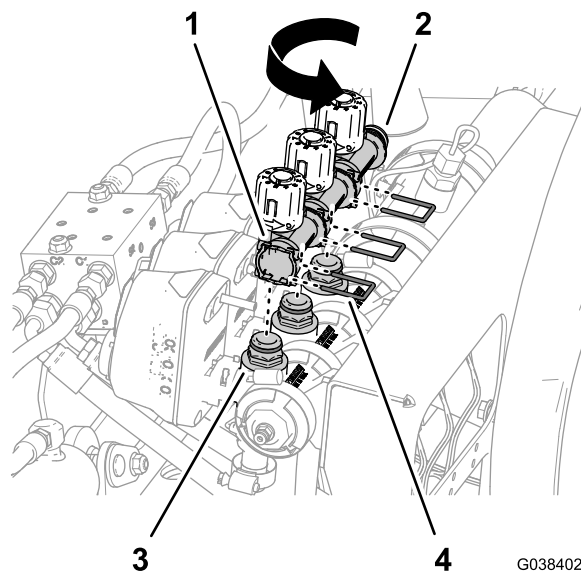

図 85
5. バイパスマニホールドを180°回転させて散布バルブマニホールドにある3つのクイックコネクソケットに載せる 図 85。
6. バイパスマニホールドを散布バルブマニホールドのクイックコネクソケットに固定する 図 85に固定するステップ3で外したリテーナ3個を使用する。